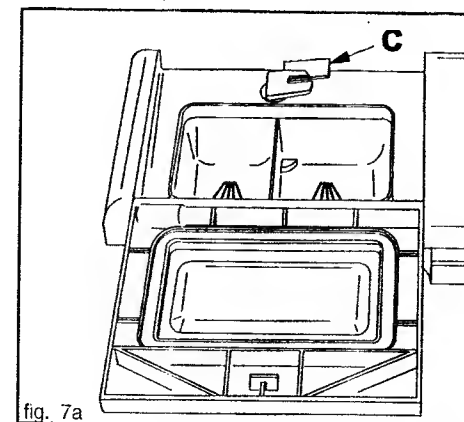

fig. 7a
- 1 Presser le levier de fermeture "C" (fig. 7A-7B). Le couvercle s'ouvre.